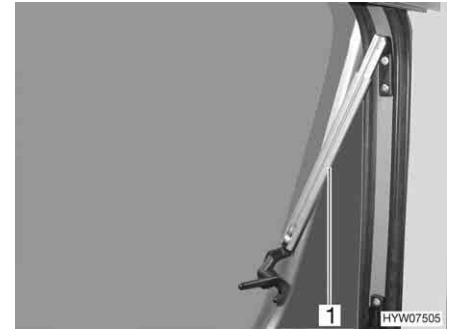

Fig. 53 Finestra apribile con deflettori automatici, aperta
- Aprire la finestra apribile fino al punto di arresto desiderato. Il deflettore automatico (Fig. 53,1) si innesta automaticamente in posizione.